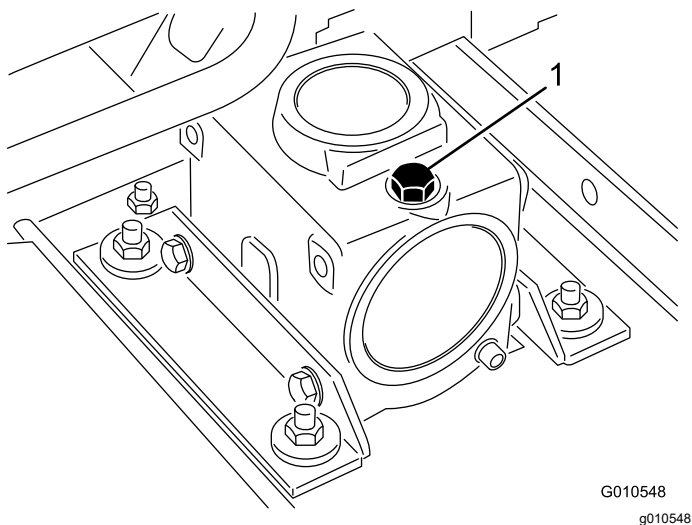

Figura 17
2. Retire a vareta/tampão de enchimento da parte superior da caixa de engrenagens (Figura 17) e verifique se há lubrificante entre as marcas da vareta. Se o nível de lubrificante estiver baixo, adicione lubrificante suficiente até o nível ficar entre as marcas.